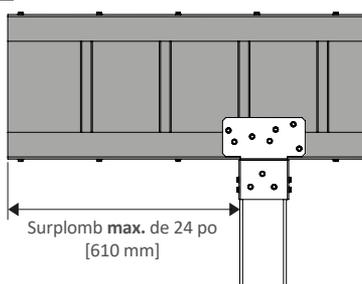
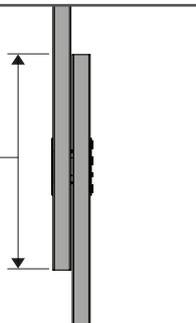

Fig. 33
Fig. 35
- **RACCORD DE POUTRES** : Lors du raccord de deux poutres, un **minimum** de 24 po [610 mm] de chevauchement doit exister entre les deux poutres, comme illustré aux fig. 33 et 34. Le raccord doit être supporté par un poteau à tout emplacement du chevauchement des poutres. Le raccord de poutres est attaché par quatre boulons traversants, écrous et rondelles de 0,38 po [10 mm] de diamètre, comme illustré aux fig. 35 et 36.